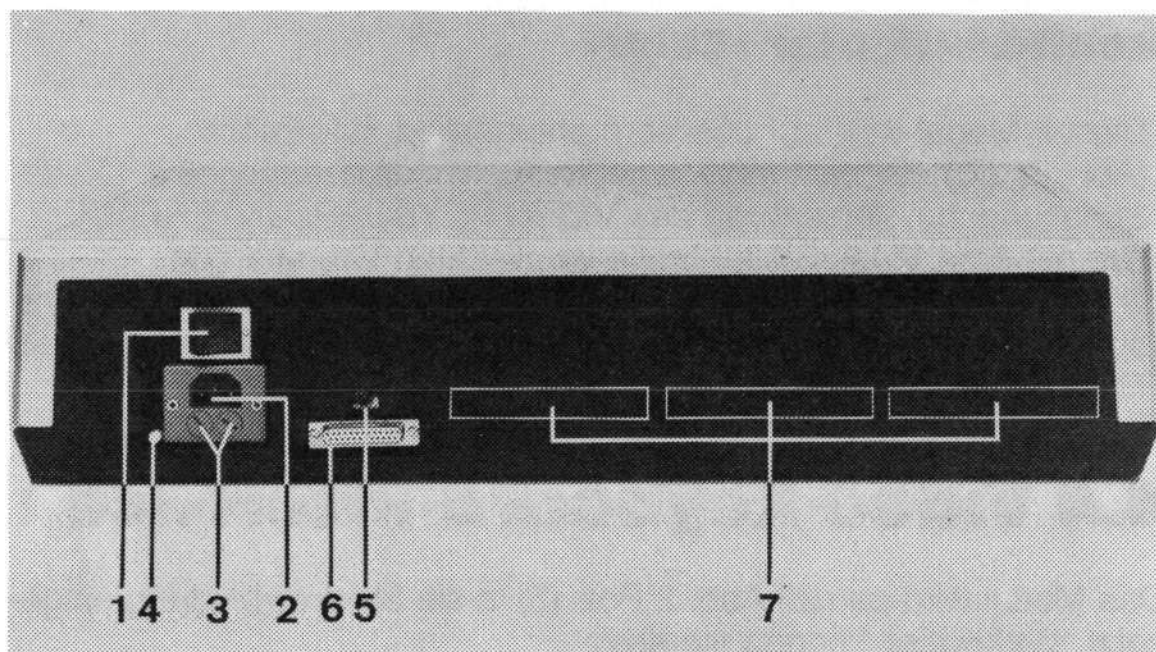

Abbildung 9: Gehäuserückwand mit Anschlüssen
(siehe Abbildung 9)
Beim Einschalten des Netzes führt der Computer **automatisch** in allen Funktionsteilen einen sogenannten **POWER-ON-RESET** durch. Dieser **Reset** kann auch **manuell** mit Hilfe einer kleinen Drucktaste an der Rückseite (siehe Abb. 9, Pos. (4)) ausgelöst werden.